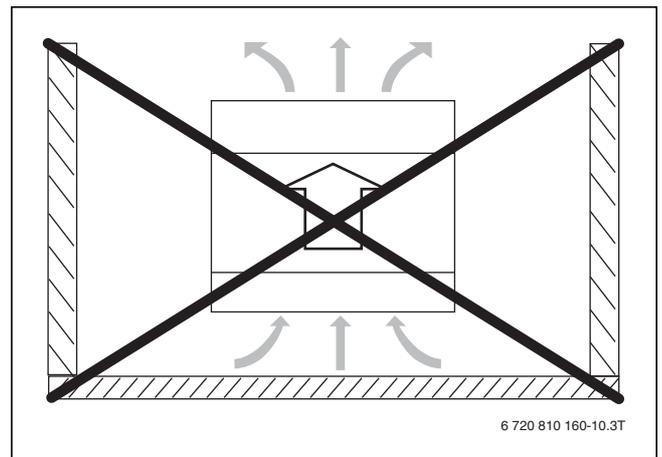

Bild 11 Von Wänden umgebene Aufstellung vermeiden
- Die Wärmepumpe nicht in Winkeln aufstellen, wo sie auf 3 Seiten von Wänden umgeben ist (→ Abb. 11).
Die Aufstellung in Winkeln oder umgeben von Wänden kann zu einem erhöhten Lärmpegel und einer starken Verunreinigung des Verdampfers führen (→ Abb. 11).